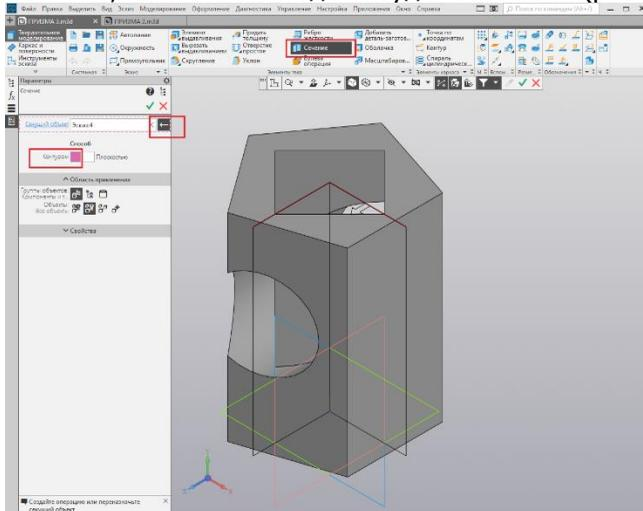

Рис. 40.
3. На панели **Элементы тела** выбираем **Сечение**. В параметрах определяем направления и выбираем способ – **контуром**. При этом, следим за направлением индикатора на модели, который показывает, какая часть модели будет отсечена. (рис. 40).